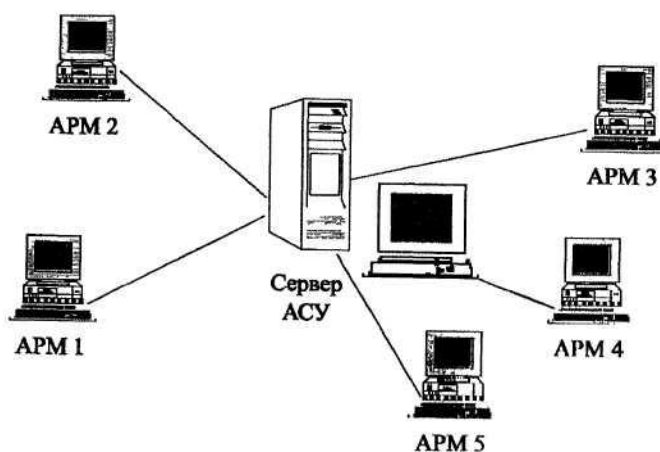

Рисунок 3 - Топология «звезда»
*Топология «звезда»* предполагает централизованное управление обменом данными (рисунок 3).